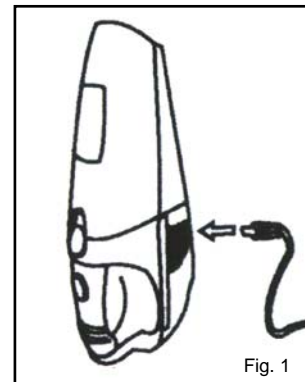

Fig. 1
**NOTA:** Se alcanzará el rendimiento máximo únicamente luego de haber cargado y descargado la unidad dos (2) o tres (3) veces.
4. La luz indicadora de carga se encenderá verde para indicarle que la aspiradora se está cargando. ( Fig. 1)